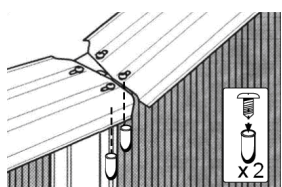

fig. 18
- Colocar los tapones (BU) en los extremos de los tornillos, fig. 18.